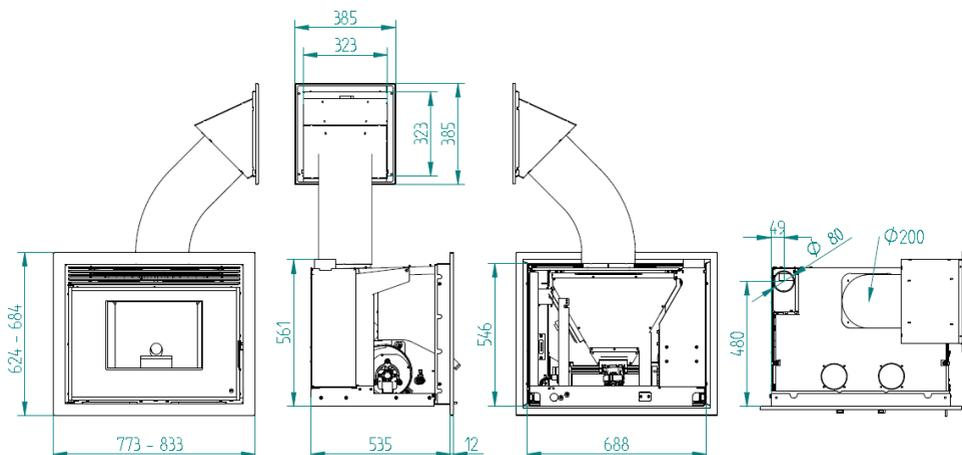

Figura 4 – Dimensões inseríveis a pellets
- Como pode observar-se na figura 4 os inseríveis têm aros de acabamento para tapar furos maiores, conferindo maior versatilidade ao inserível. Existem duas larguras diferentes, um de 44 mm e outro de 74 mm fazer o remate do equipamento na instalação (ver ponto 13).